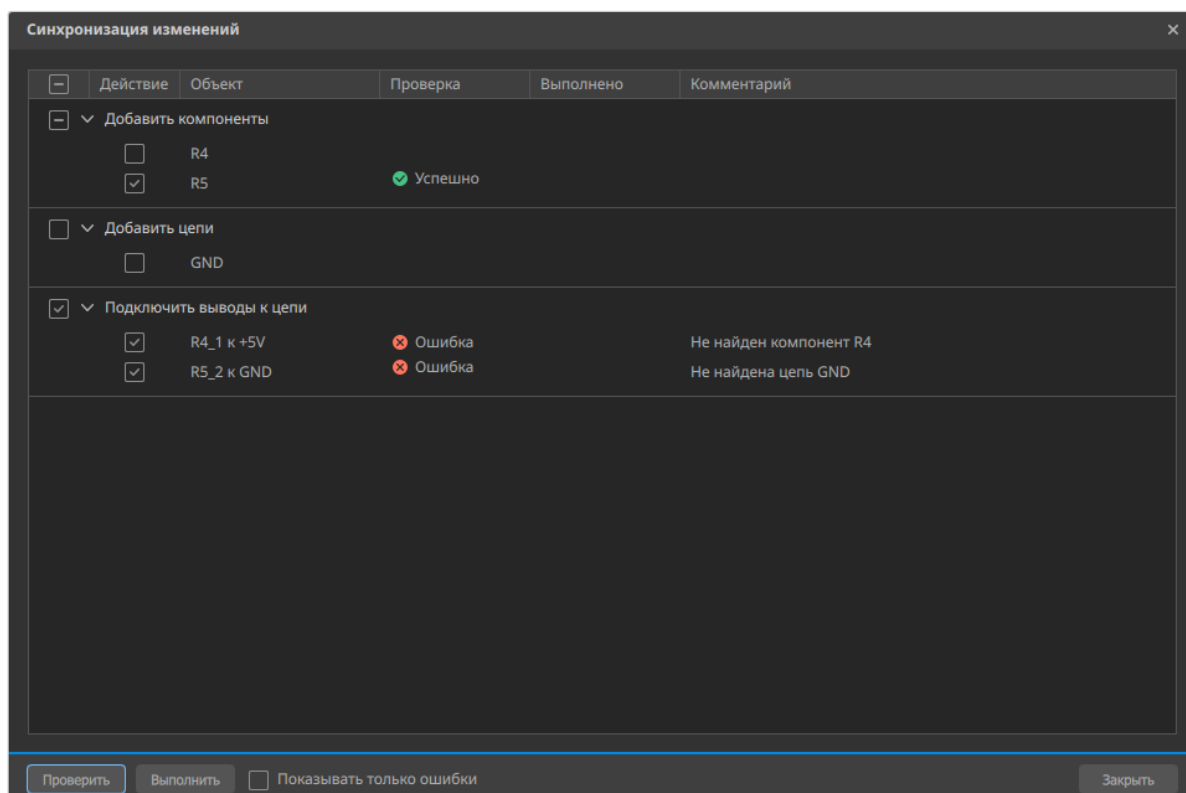

Рисунок 79. Ошибки в результате проверки в окне «Синхронизация изменений»
- 5) При возникновении ошибок в результате проверки в колонке «Комментарий» будет указан характер и причина ошибки (см. рисунок 79).